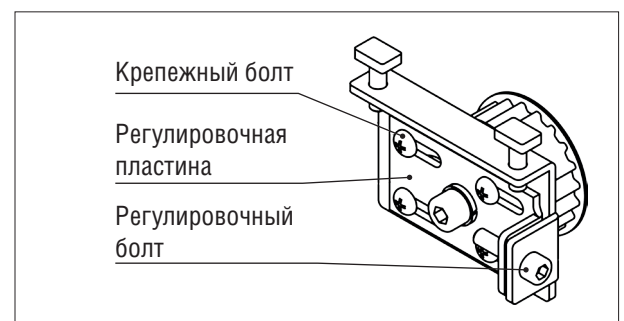

Рис. 8
2. Для натяжения ремня поверните регулировочный болт на нужное количество оборотов. Закрутите крепежные болты в регулировочной пластине (рис. 8).